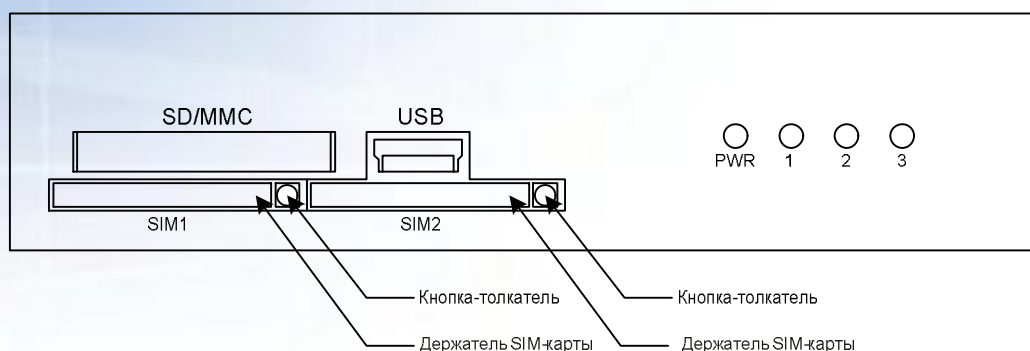

Рис. 5.1. Передняя панель терминала AMUR-GPS
- Через отверстие в передней панели корпуса тонким стержнем нажать кнопку-толкатель, находящуюся возле держателя SIM-карты (см. Рис. 5.1). Держатель должен разблокировать кассету для установки SIM-карты и частично вытолкнуть ее наружу корпуса устройства.
На Рис. 5.1. изображена передняя панель, ее разъемы и индикация